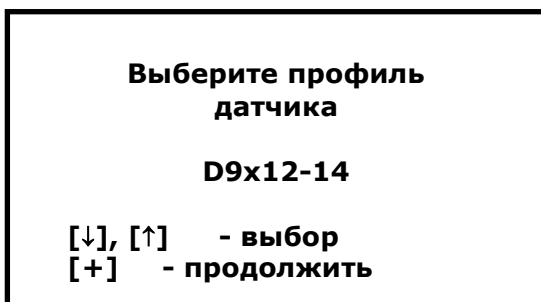

Рис. 14
- **Выбрать датчик.** При нажатии кнопки **[+]** включается меню выбора датчика (Рис. 14).